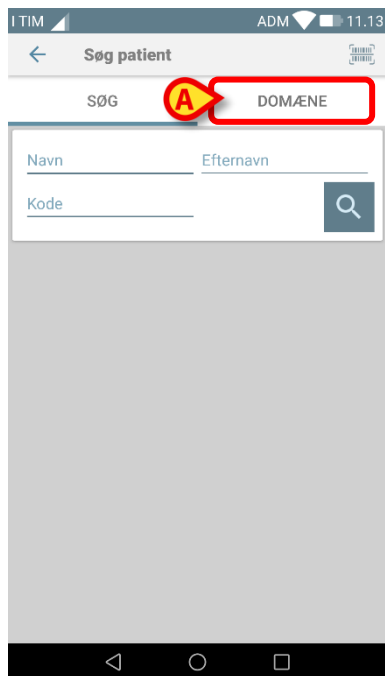

Fig 39
- Tryk på ikonet, der er angivet i **A** for ikke-Myco-enheder eller i **A** for Myco-enheder. Følgende skærbillede vil blive vist (Fig 39 **A**):